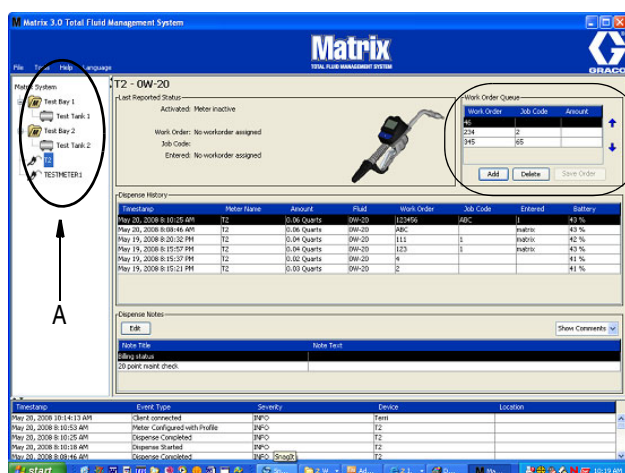

FIG. 111
Dans la zone Groupes Définis par l'Administrateur du Système de l'écran principal de Matrix (A), sélectionnez le compteur auquel vous envoyez l'ordre d'exécution (FIG. 111).